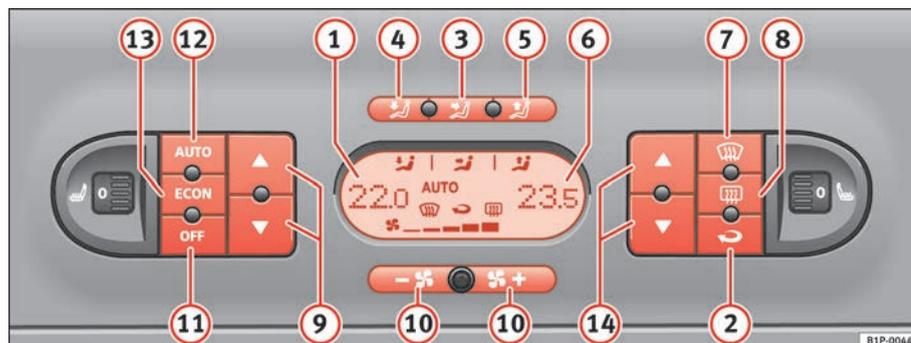

Fig. 111 Sur le tableau de bord : éléments de commande du Climatronic 2 zones
- Appuyer sur les touches de régulation de la température ⇒ page 156, fig. 111 (9) ou (14) pour régler la température du côté gauche et droit respectivement.
- Appuyez sur la touche  ⇒ page 156, fig. 111. Le mot « AUTO » apparaît sur l'affichage.